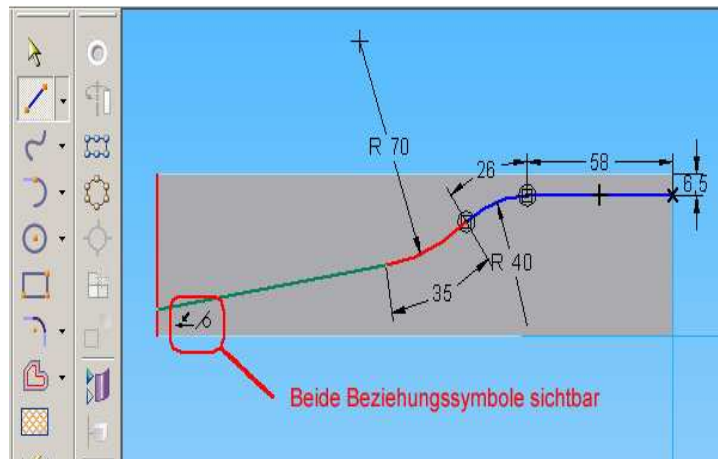

Abb. 23 Zeichnen der zweiten Linie
18. Zeichnen Sie eine tangential anschließende zweite **Linie** vom zweiten Tangentenbogen bis zur vorderen Kante des Körpers. Zum Abschluss der Linie dürfen Sie erst klicken, wenn beide Beziehungssymbole sichtbar sind. (Abb. 23) Diesen Punkt werden sie nur dann an der richtigen Stelle finden, wenn Ihre Skizze sowie die Höhe und Länge des Blockes richtig sind.